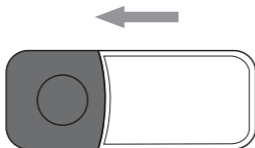

Fig. 2
- ◆ Coloque el emisor sobre el soporte mural ⑩ de forma que las pestañas del soporte mural ⑩ encajen en los dos alojamientos de la parte posterior del emisor. Tras esto, desplace el emisor hacia el botón del timbre ⑦ de forma que las pestañas se deslicen por los carriles de los alojamientos hasta que el emisor quede firmemente asentado sobre el soporte mural ⑩ (consulte la fig. 2).